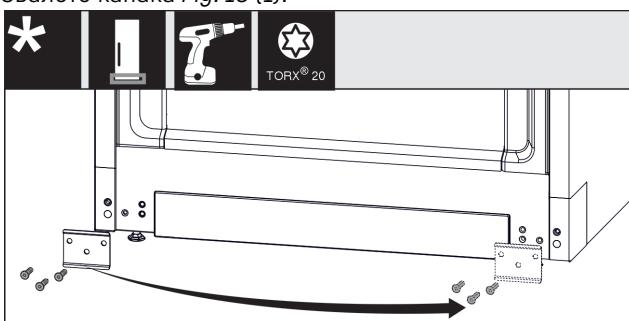

Fig. 19
- ▶ Отвинтете листа Fig. 19 (1), обърнете я на другата страна и го завинтете отново.